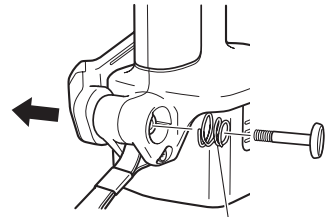

Fig. 7
- (b) Saque el gancho y el resorte. (Fig.7)